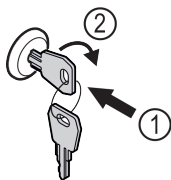

Fig. 106 例图
- ▶ 按入钥匙 Fig. 106 (1)。
- ▶ 将钥匙顺时针转动 90° Fig. 106 (2)。